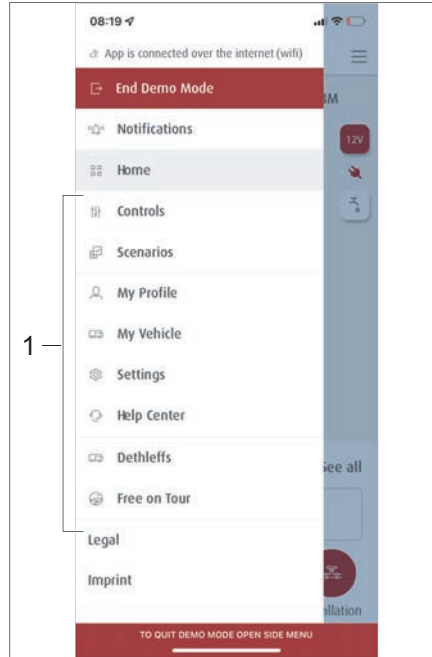
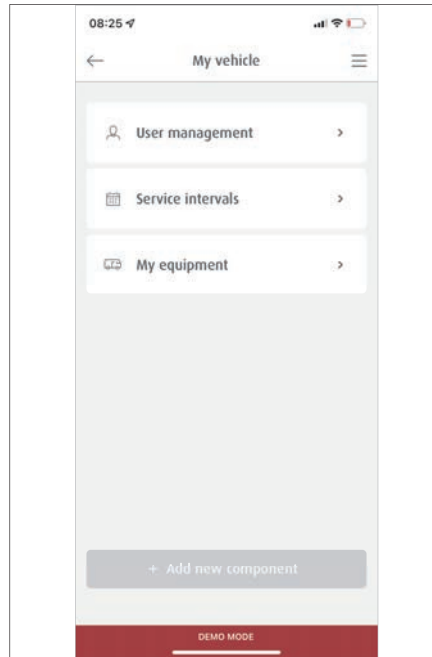

Fig. 276 Sous-menus
Fig. 281 Sous-menu Mon véhicule
- Dans la rubrique Menu, appuyer sur le symbole ☰. Les sous-menus (Fig. 276,1) s'affichent.
- Dans la rubrique Menu, appuyer sur *Scénarios* (Fig. 276,1).
- Dans les sous-menus, (Fig. 276,1) sélectionner le menu *Commande*.
- Dans les sous-menus, (Fig. 276,1) sélectionner le menu *Mon véhicule*. Dans le sous-menu *Mon véhicule* (Fig. 281), il est possible de configurer des accès invités, de planifier des rendez-vous de service et de saisir l'équipement du véhicule.